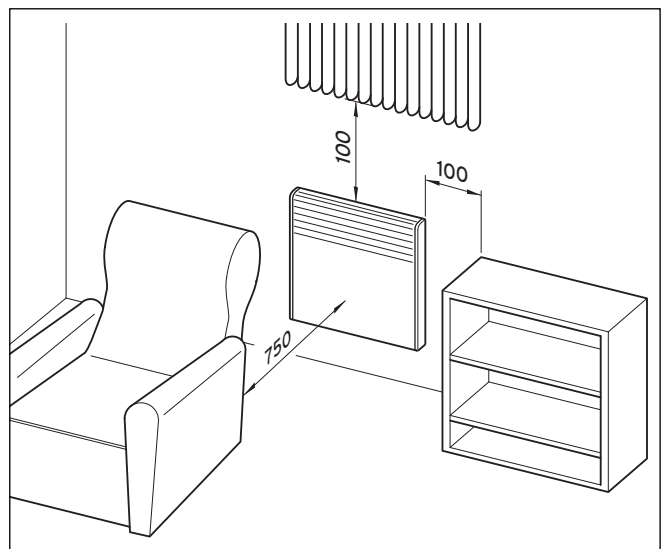

Abb. 4.2 Abstände am Aufstellort
- Montieren Sie das Gerät außerhalb der Mindestabstände zu Fußboden, Wänden, Gardinen, Möbeln usw. entsprechend Abbildung 4.2.
Die Mindestabstände zu Fußboden, Wänden, Gardinen, Möbeln usw. sind entsprechend Abbildung 4.2 einzuhalten.